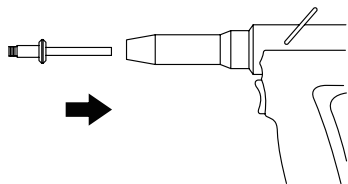

Fig. 01
2. Insert the blind rivet into the rivet seat, as shown in Fig. 01.
2. Introduzca el remache ciego en su soporte, como se muestra en la Fig. 01.